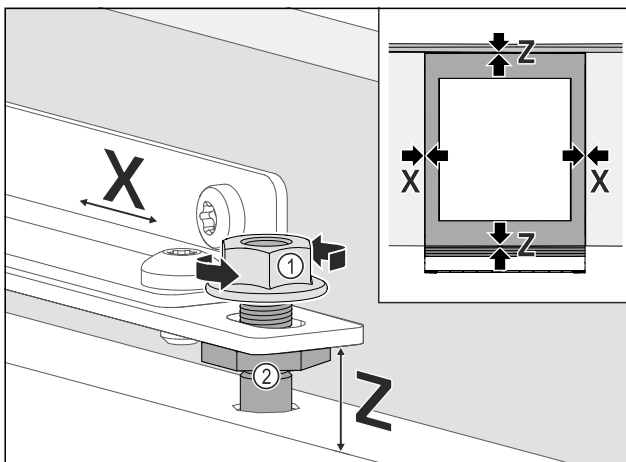

Fig. 94
- ▶ Lijn de meubeldeur uit: Draai de borgmoer Fig. 94 (1) los, beweeg de meubeldeur in X-richting.
- ▶ Draai de borgmoeren Fig. 94 (1) vast.
- ▶ Meubeldeur in de hoogte Z en in de zijdelingse schuinite uitlijnen: De stelbouten Fig. 94 (2) instellen.